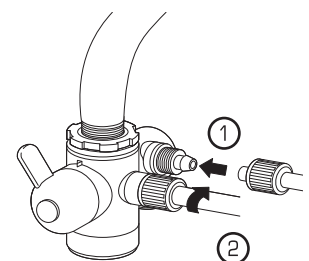

Рис. 11
- Плотно прижмите** большую трубку к большому штуцеру и маленькую трубку к маленькому штуцеру (1). Накрутите гайки на штуцеры, затяните рукой (2) (рис. 11).